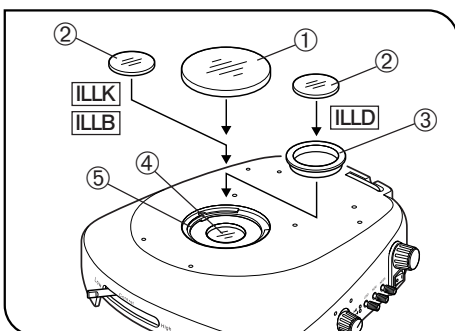

Fig. 6
**4 Optional Filters** (Fig. 6)